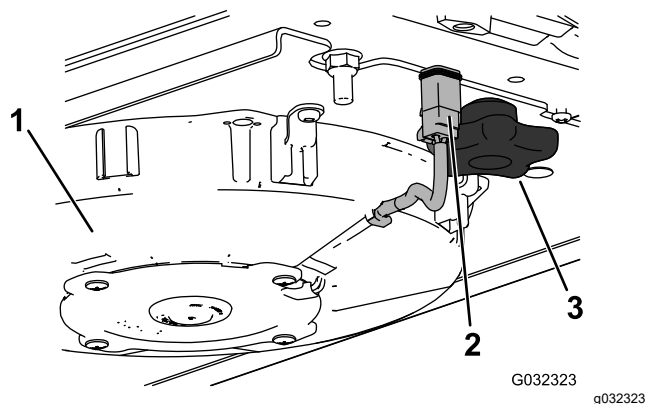
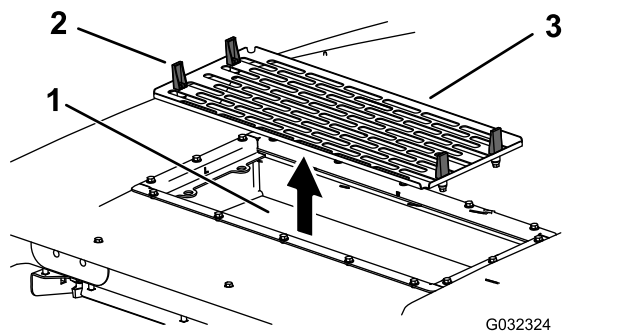

Figure 151
Figure 152
6. Reposez les filtres à air, la grille et le ventilateur (Figure 149, Figure 151 et Figure 152).
7. Rebranchez le câble de chaque ventilateur (Figure 151).